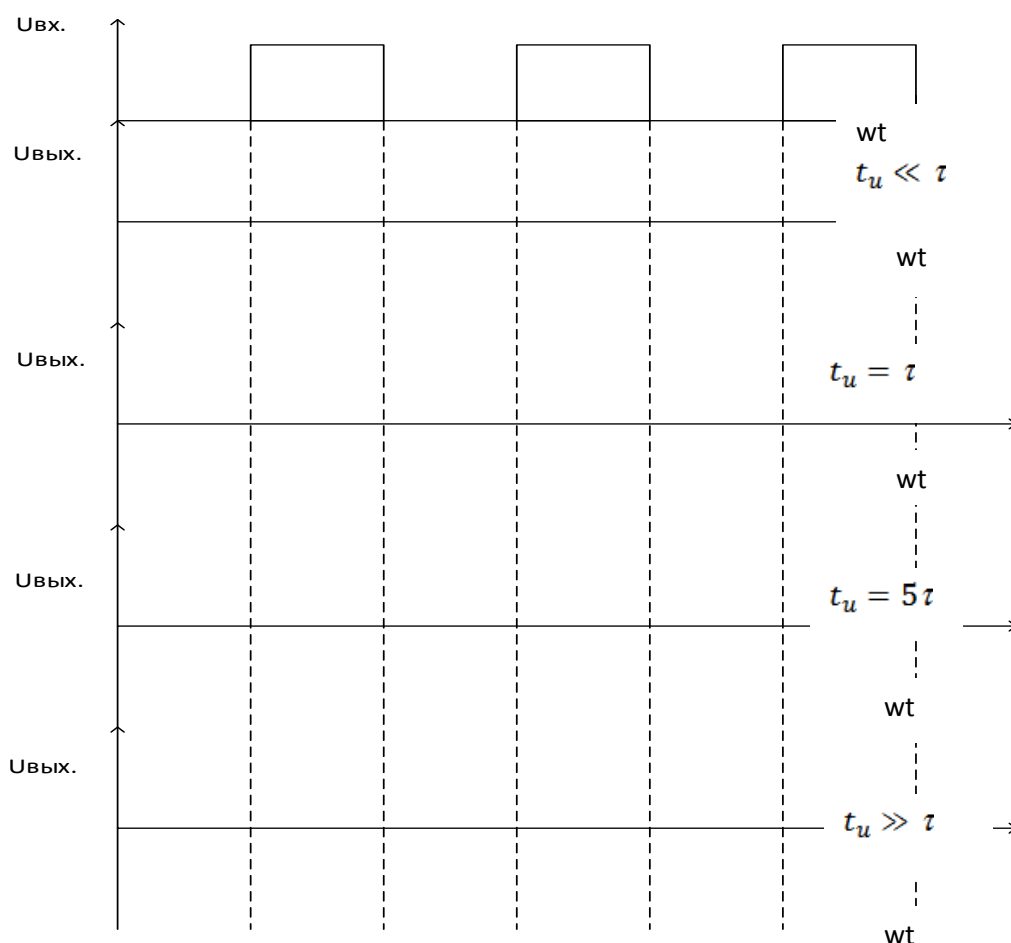

Рисунок 10.4
- Смоделируйте схему для исследования переходных характеристик в RL-цепях (См. Рис. 10.4). Выбирая в соответствии с таблицей 10.2 номиналы резистора и индуктивности, снимите и зарисуйте в отчёт осциллограммы выходных напряжений и сравните результаты, полученные экспериментальным путём с рассчитанными ранее. Для этого проделайте операции, которые были описаны выше.
7.3.4. Нажав левой кнопкой мыши на кнопку  или на кнопку «Pause» и зарисуйте полученную осциллограмму в отчёт, согласовав во времени с входным сигналом (См. Рис. 10.4).